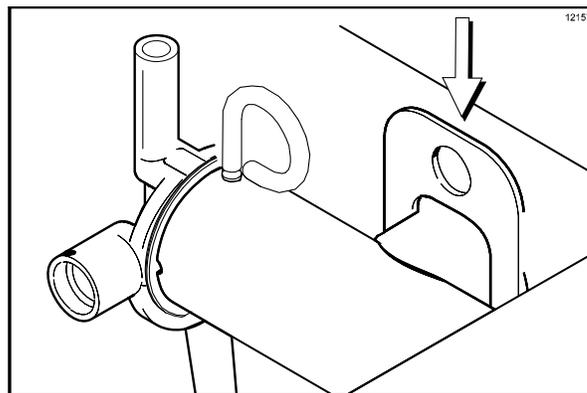

図158
5. ミックスホッパー後部に、エア/ミックスポンプアセンブリーを取り付けます。ピストンのドライブホール位置をボールクランクに合わせて、ポンプをドライブハブに取り付けます。ポンプクリップをポンプハウジングの溝に入れて、ポンプを固定します。クリップがカラーの溝にはまっていることを確認します(図158を参照)。